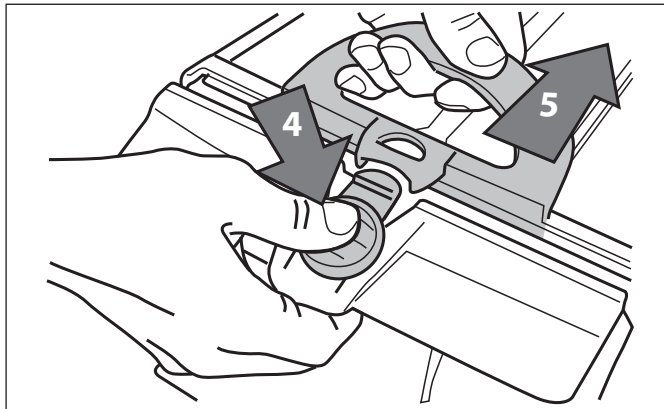

Figure 22. Ouvrir le sac filtrant
7. Appuyer sur le bouton de déverrouillage rapide de l'assemblage du sac métallique (4) et retirer l'ensemble filtre pour l'ouvrir (5). Se référer à la Figure 22.